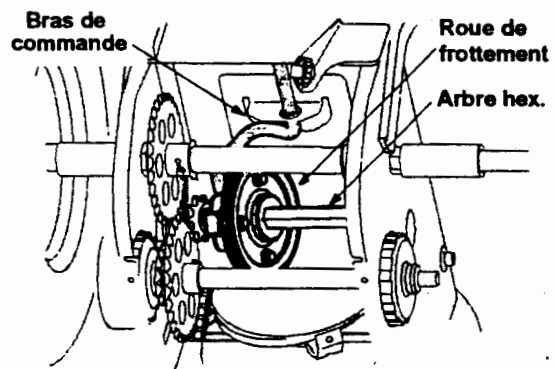

Figure 25
- Positionnez la roue de frottement sur la goupille du bras de commande. Voir la Figure 25.
- Installez le roulement de droite sur l'arbre hex. et vérifiez que la rondelle d'espacement et le roulement sur le couvercle de la transmission sont bien alignés par rapport à l'arbre de direction. Voir la Figure 25.